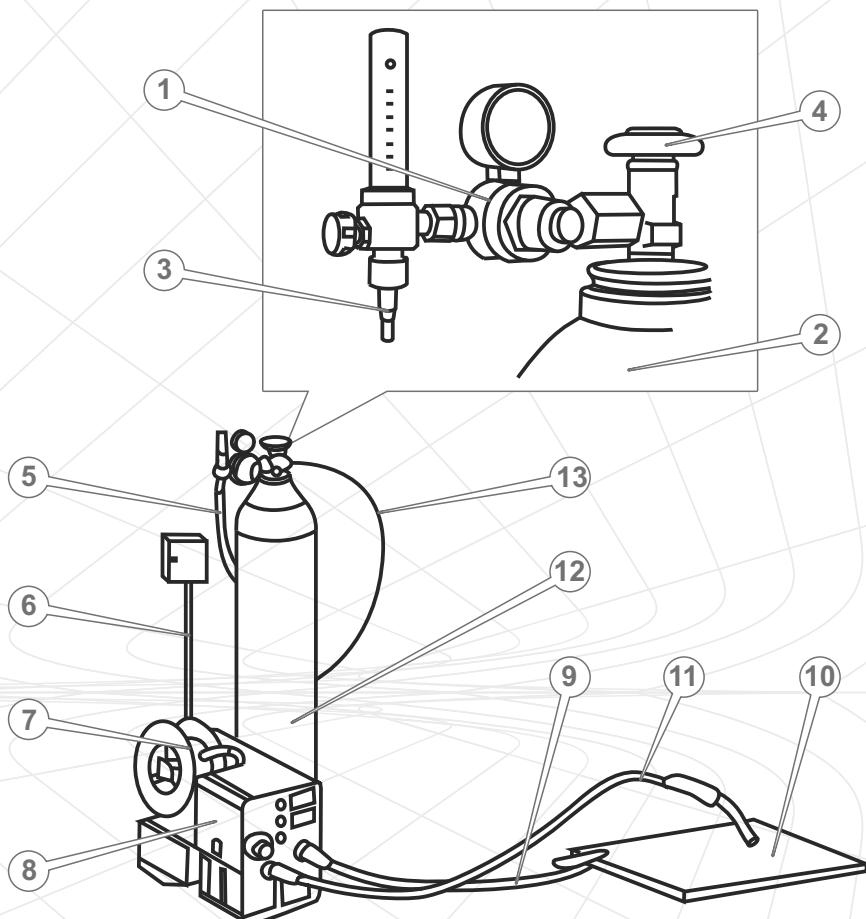

Рисунок 8
8. Подсоедините редуктор к баллону с защитным газом и надежно затяните гайку (см. рис. 8).
9. Подсоедините газовый шланг к штуцеру редуктора и надежно закрепите хомутом (поставляется вместе с редуктором) (см. рис. 8).
10. Подсоедините газовый шланг к штуцеру «ВВОД ГАЗА» сварочного аппарата и надежно закрепите хомутом (поставляется вместе с редуктором) (см. рис. 8).
14. Откройте клапан баллона с защитным газом, повернув вентиль против хода часовой стрелки (см. рис. 8). Оптимальный расход защитных газов составляет 0,85-1,00 м³/ч при давлении 0,138-0,207 МПа.
Сваривание электродами с защитным покрытием сопровождается образованием шлакового слоя вдоль траектории движения электрода. Для получения однородного и гладкого шва этот шлаковый слой необходимо удалять после каждого прохода с помощью «молотка-щетки» (3) (см. рис. 8).